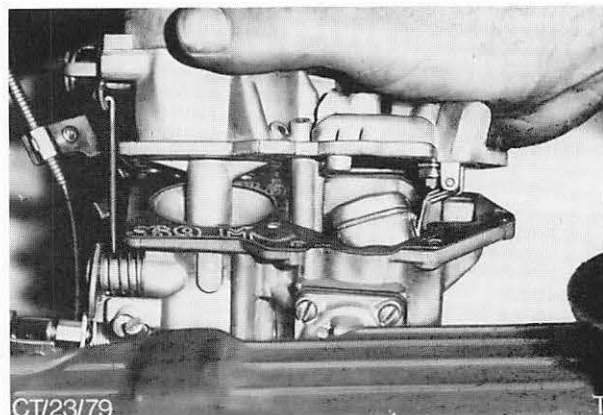

Abb. 51 Vergaserdeckel abbauen
7. Schrauben (7) vom Vergaserdeckel entfernen, Starterklappe-Verbindungsstange aushängen und Vergaserdeckel abbauen. Abb. 51.